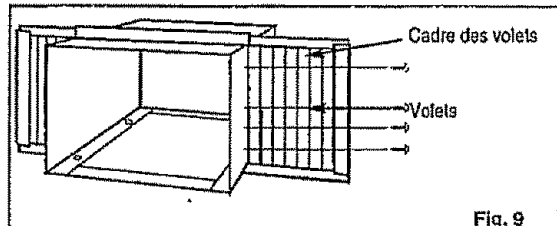

Fig. 9
- Faites glisser les volets dans les canaux supérieur et inférieur, comme montré à la Fig. 9. Ces volets sont identifiés (sur le cadre) en tant que volets gauches et droits. Fixez les volets au caisson en utilisant quatre vis de 1 po sur chaque côté.